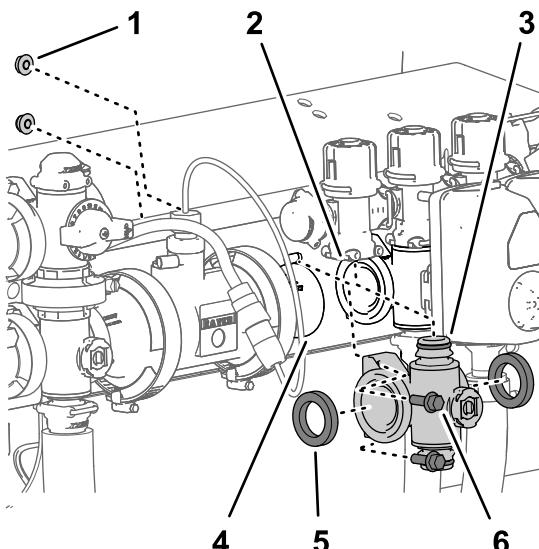
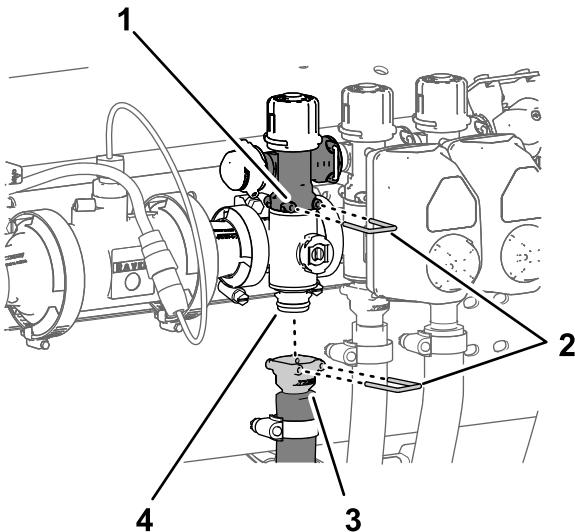

Figure 132
Figure 133
- Alignez les 2 joints que vous avez retirés à la section Dépose de la vanne de section du collecteur \(page 90\) et les brides du collecteur de vanne de section (Figure 132).
- Alignez la bride du collecteur de vanne de section entre les brides des autres vannes de section et/ou adaptateur d'accouplement (Figure 132).
- Fixez le raccord rapide du collecteur de vanne de section au raccord rapide femelle de la vanne de dérivation de section à l'aide d'un l'étrier de fixation (Figure 132 et Figure 133).
5. Pour les collecteurs de vannes de sections gauche et droite, fixez le collecteur de vanne au support de vannes (Figure 132) à l'aide des 2 boulons à embase ($\frac{1}{4} \times \frac{3}{4}$ po) et des 2 contre-écrous à embase ($\frac{1}{4}$ po) que vous avez
8. Fixez le raccord rapide du flexible de section au raccord rapide du collecteur de vanne de section à l'aide de l'étrier de fixation (Figure 133).